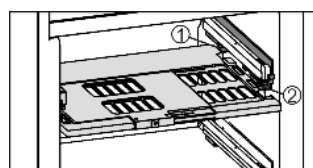

Fig. 14
- ▶ Установка пластины регулировки влажности: попечные ребра крышки на пластине вставить через низ в задний держатель *Fig. 14 (1)* и защелкнуть спереди на держателе *Fig. 14 (2)*.